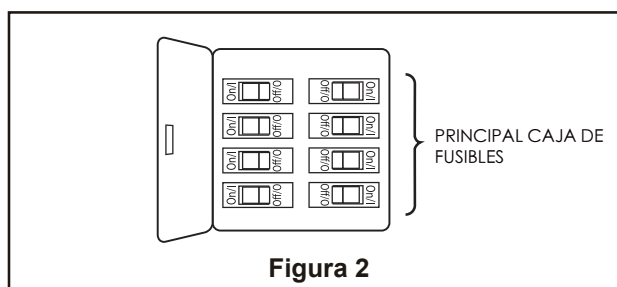

Figura 2
2. Retire el clip de horquilla y pasador de horquilla de la parte inferior de la bola para colgar. Retener el pasador y clip para la reinstalación en el paso 4. (Figura 2)
Debe colgar el ventilador a una distancia mínima de 2,13 m desde las aspas hasta el piso. (Figura 2)
1. Conecte el conductor verde con conexión a tierra de la bola para colgar y el conductor verde con conexión a tierra de la abrazadera para colgar al conductor de suministro con conexión a tierra (posiblemente un conductor desnudo o un cable con aislante verde). Conecte los cables a los conectores provistos de forma segura. Conecte el conductor blanco del motor del ventilador al conductor blanco (neutro) mediante el conector provisto de forma segura. Conecte el conductor negro del motor del ventilador y el conector azul al conducto negro mediante el conector provisto de forma segura. (Figura 2)
2. Coloque y ajuste firmemente la cubierta para el tornillo de la base sobre los tornillos de reborde de la abrazadera para colgar mediante el mecanismo de seguro por giro del chavetero. (Figura 2)
2. Fije los soportes de aspas al volante mediante los tornillos de 1/4"-20 el puesto en la necesidad de soporte de la asa para alinear el agujero entre el 1/4"-20 a través de los orificios ubicados al costado del volante. (Figura 2)
2. Extraiga los tres tornillos de la ensamble de la placa de iluminación. Instale la ensamble de kit de luz en al ensamble de la placa de iluminación utilizando los tornillos retirados previamente. (Figura 2)
2. Restaure la fuente de alimentación de la toma de corriente enciendi la electricidad del fusible principal. (Figura 2)